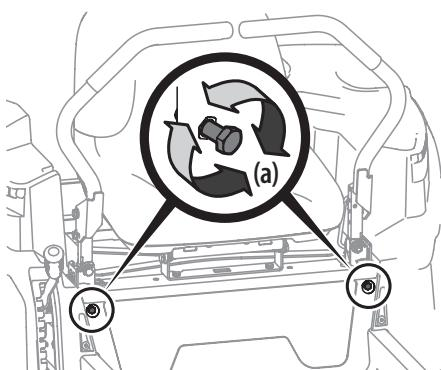

Figure 41
- Localisez les boulons de réglage de la butée du levier de commande de transmission des barres de conduite (a) situés à l'avant du châssis du siège. Consultez la Figure 41.